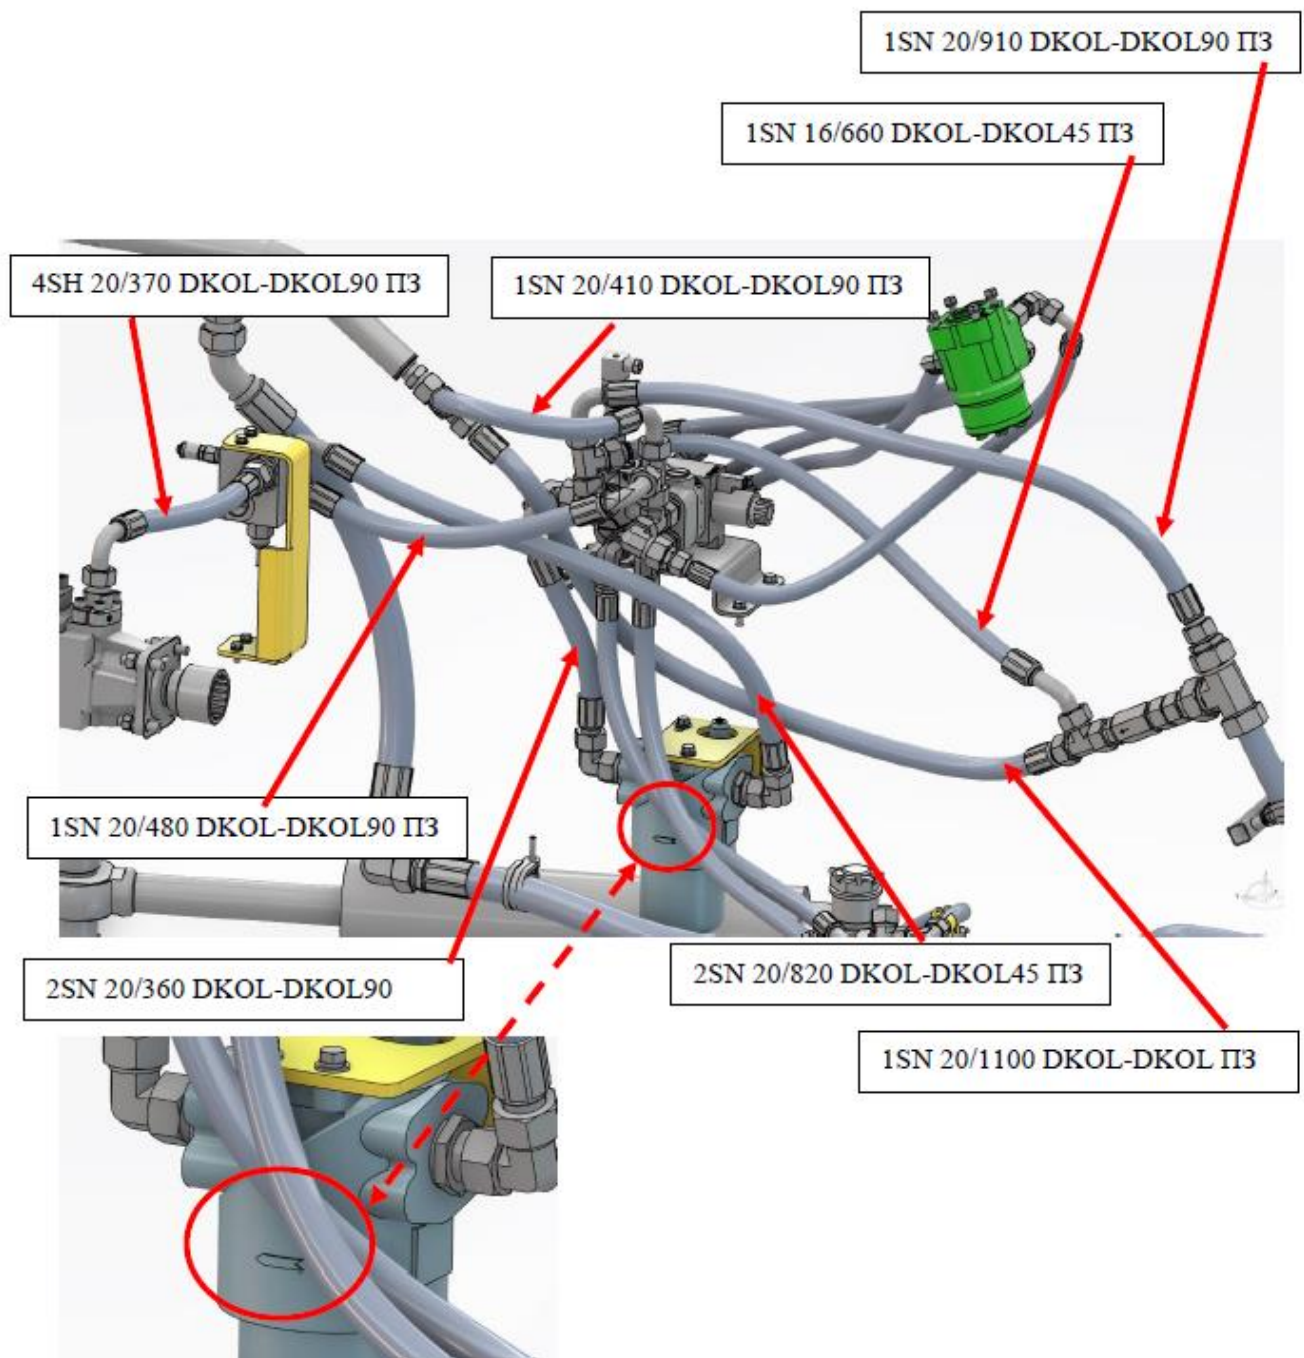

Рисунок 66
5. Установить РВД (см. рисунок 66):